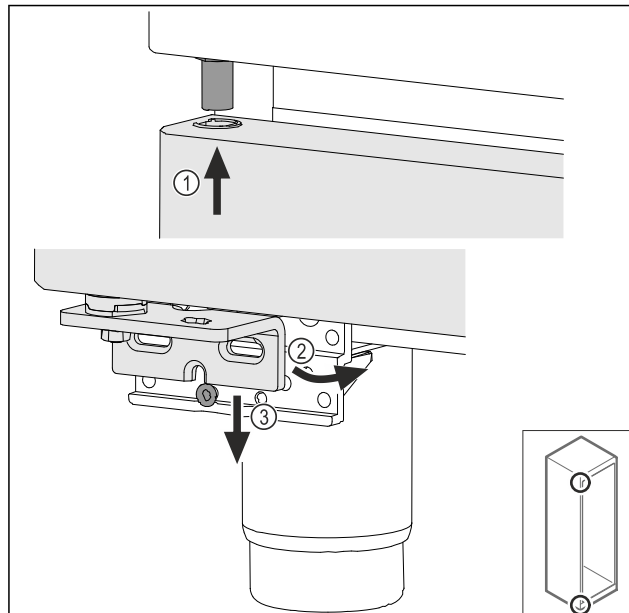

Fig. 62
- Tür leicht gekippt oben einfädeln Fig. 62 (1), Tür gerade ausrichten Fig. 62 (2) und unten auf die Lagerbockschraube Fig. 62 (3) aufsetzen.